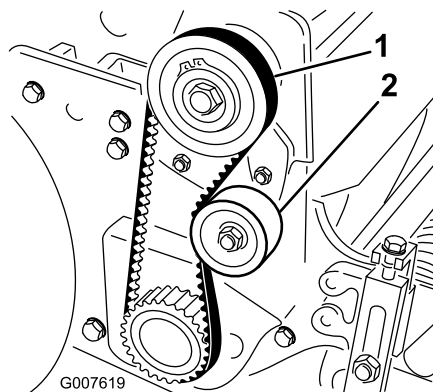

Figura 37
2. Controllate la tensione premendo la cinghia al centro tra le pulegge (Figura 37) con una forza di 18–22 N. La cinghia deve flettersi di 6 mm.
- A. Allentate il dado di fissaggio della puleggia tendicinghia e ruotate la puleggia in senso orario verso il retro della cinghia, fino a ottenere la tensione desiderata (Figura 37).